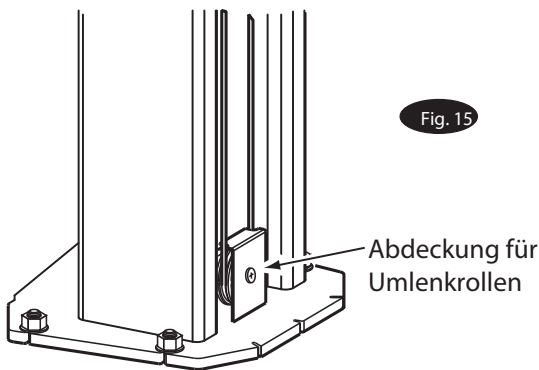

Fig. 15
- G) Das Kabel um die Überkopfumlenkrolle und dann quer und nach unten zum Schlitten auf der gegenüberliegenden Seite führen. Die Abdeckung für die Umlenkrollen montieren (Abb. 15).